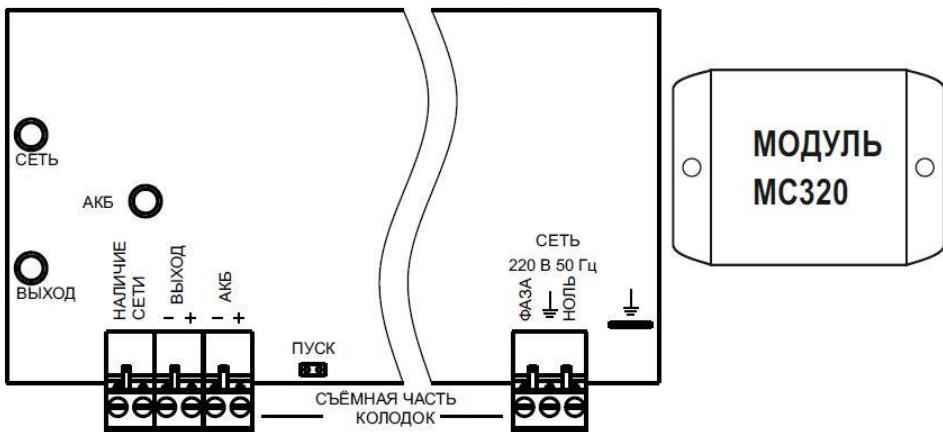

Рисунок 2 - Общий вид без крышки
Конструктивно изделие представляет собой плату, которая поставляется в комплекте с быстросборным металлическим корпусом. При открытой крышке (см. рис. 2) осуществляется доступ к плате с установленными на ней светодиодами «СЕТЬ», «ВЫХОД», «АКБ» (светодиоды видны и при закрытой крыше сквозь окно в корпусе); колодками «СЕТЬ», «ВЫХОД», «АКБ», «НАЛИЧИЕ СЕТИ»*, «С300» и парой контактов «ПУСК». Для удобства монтажа колодки имеют съёмные части. АКБ устанавливаются в нижней части корпуса изделия.
- Установить модуль MC320 при помощи монтажных пистонов, входящих в комплект поставки (см. рис. 2.). Подключить шлейф Ш1 модуля MC320 к выходу «Наличие сети» (ACON) при помощи перемычек, входящих в комплект поставки